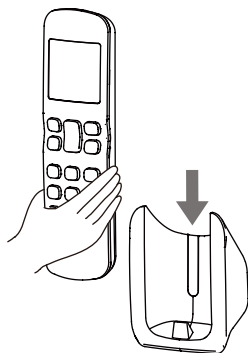

Abbildung 2.5
3) Schieben Sie die Fernbedienung senkrecht in ihre Halterung (siehe Abbildung 2.5).